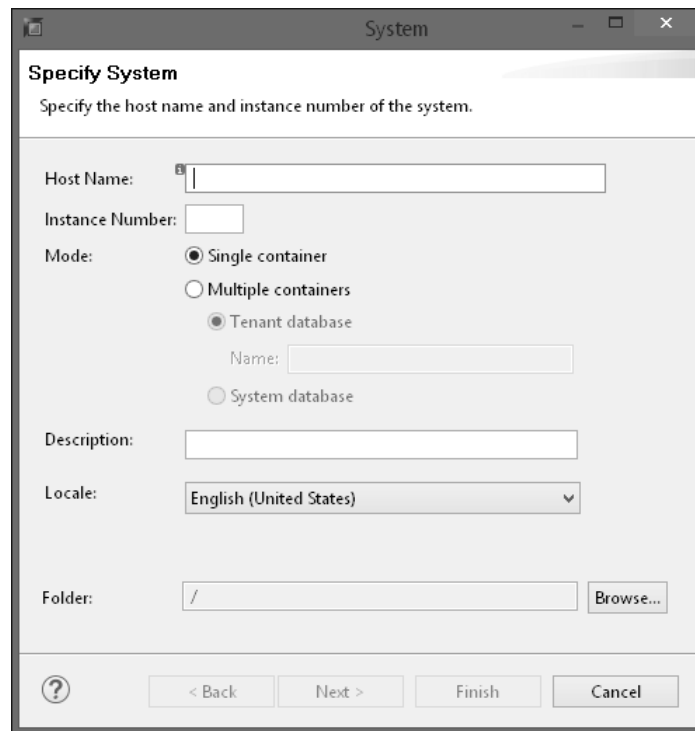

Abbildung 3.3 Systemdetails angeben
3. Geben Sie als Nächstes die Details zur Verbindung mit dem SAP-HANA-System an (siehe Abbildung 3.3). Sie können diese Systeminformationen bei Ihrem System- oder Datenbankadministrator erfragen.